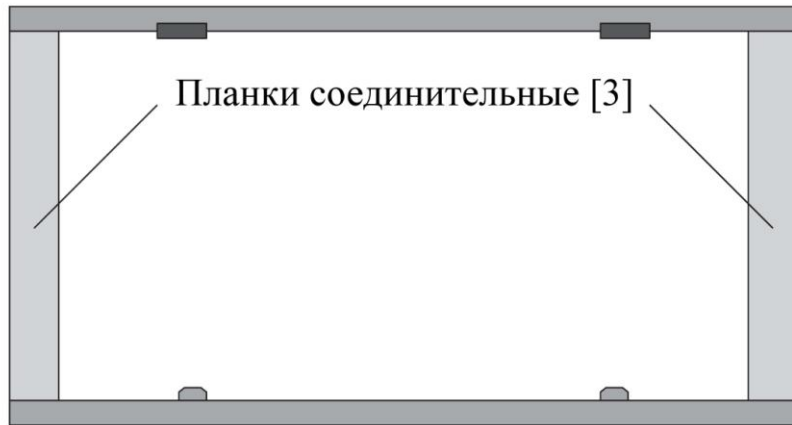

Рисунок 5
5) Установите оставшиеся соединительные планки [3] в кол-ве 2 шт. в посадочные места каркасов боковых А и В [1 и 2], расположив планки шпильками вниз, напротив установленных ранее планок соединительных (см рисунок 5) и закрепите их гайками М6 [10.3] и шайбами 6 [10.4] в кол-ве 8 штук.